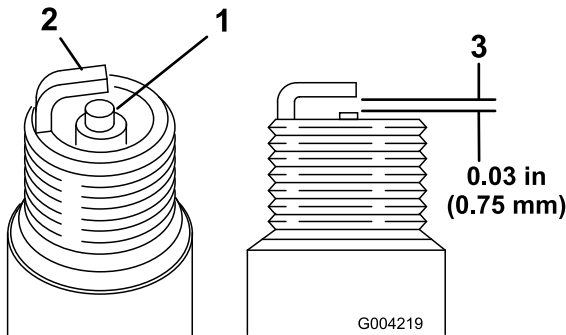

Bild 16
1. Sehen Sie sich die Mitte der Zündkerzen an (**Bild 16**). Wenn der Kerzenstein hellbraun oder grau ist, ist der Motor richtig eingestellt. Eine schwarze Schicht am Kerzenstein weist
- Prüfen Sie den Abstand zwischen den mittleren und seitlichen Elektroden (Bild 16).
- Verbiegen Sie die seitliche Elektrode (Bild 16), wenn der Abstand nicht stimmt.